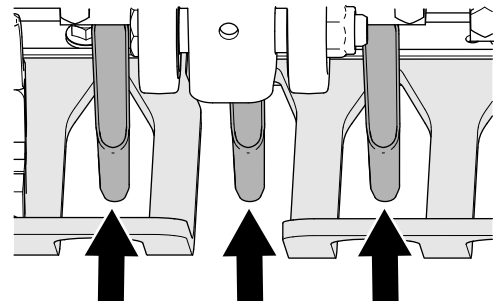

Bild 44
4. Prüfen Sie, ob die Schlitzte der Rasenschutzvorrichtungen mittig zu den Tines ausgerichtet sind (Bild 44).